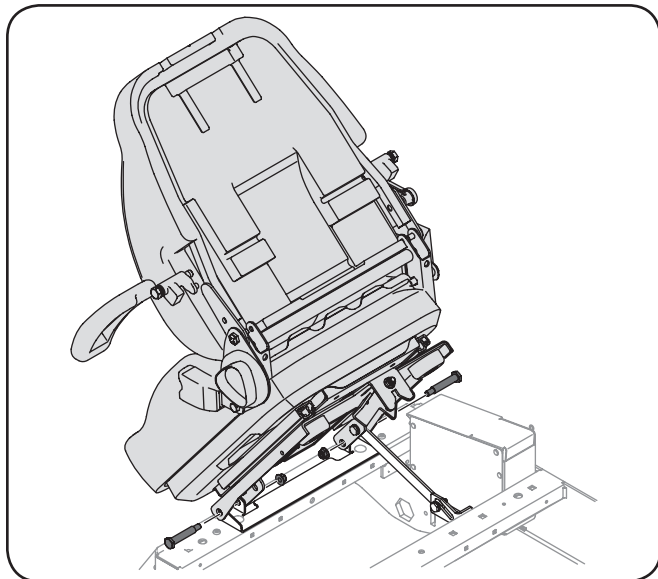

Figure 3-9
- Retirez les deux écrous autobloquants et les boulons à épaulement du sac contenant le manuel. Voir Figure 3-9.
- Faites basculer le siège vers l'arrière en position de conduite, puis fixez le siège. Voir Figure 3-9.